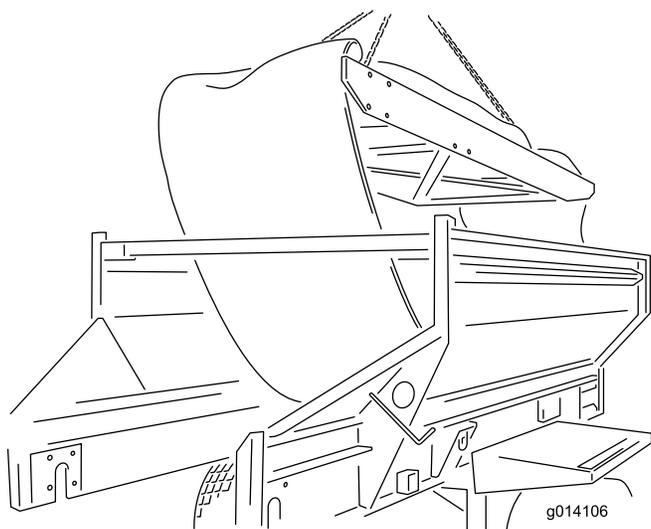

図 49
24. カートリッジは機体の真上から吊り上げて外す。外したカートリッジを床に降ろす（図 49）。